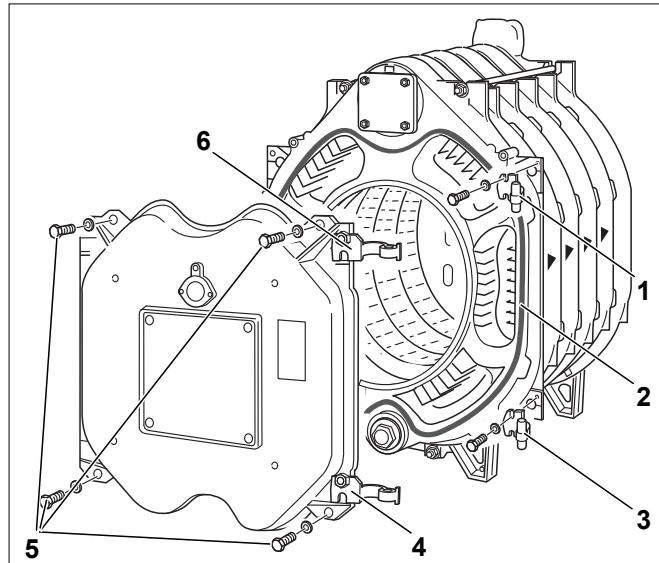

Рис. 26 Навеска дверцы горелки
На заводе обе шарнирные петли дверцы горелки устанавливаются справа (рис. 26, [4] и [6]). Для левой навески дверцы нужно снять петли и установить их с левой стороны.
- ▶ Закрепите шарнирные крюки (рис. 26, [1] и [3]) двумя болтами M 12 x 50 на передней секции. На рис. 26 показана правая навеска дверцы. Для навески дверцы слева закрепите крюки соответствующим образом с левой стороны.
- ▶ Приклейте шнур GP Ø 18 мм на передней секции. При этом место стыка уплотнительного шнура должно быть сбоку (рис. 26, [2]).
- ▶ Закройте дверцу горелки и закрепите её 4 болтами (M16 x 140) (рис. 26, [5]). Затяжку болтов производите равномерно крест-накрест.